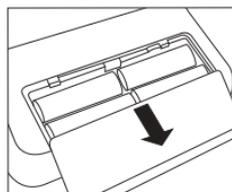

Fig. 1
- Ouvrez le couvercle du compartiment à piles situé sous l'appareil (voir la fig. 1). Insérez les piles (cf. Chapitre 13 Caractéristiques techniques). Veillez à faire correspondre les polarités « + » et « - ». Refermez le couvercle du compartiment à piles.  $\text{H}$  ou  $\text{H}$  clignote sur l'écran. Réglez désormais tel que décrit ci-dessous la date et l'heure.